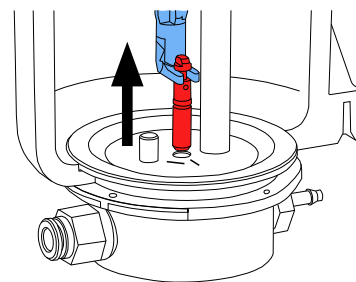

Fig. 16
- ⇒ Com a ferramenta, agarrar o bocal doseador e puxar para cima (Fig. 16).